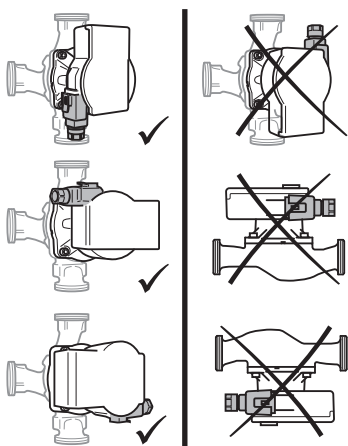

Fig. 2: Paigaldusasendid
- Paigalduskoht tuleb valida vastavalt lubatud paigaldusasendile (Fig. 2).
- Jälgida lubatud paigaldusasendit (Fig. 2), vajadusel keerake mootori pead (2+6).
- Hoidke mootoripead (2+6) kinni ja keerake 4 korpuse kruvi (5) välja.
- Jälgige lubatud paigaldusasendit (Fig. 2) ja suunanoolt pumbakorpusel (1).
- Keerake 4 korpuse kruvi (5) kinni.